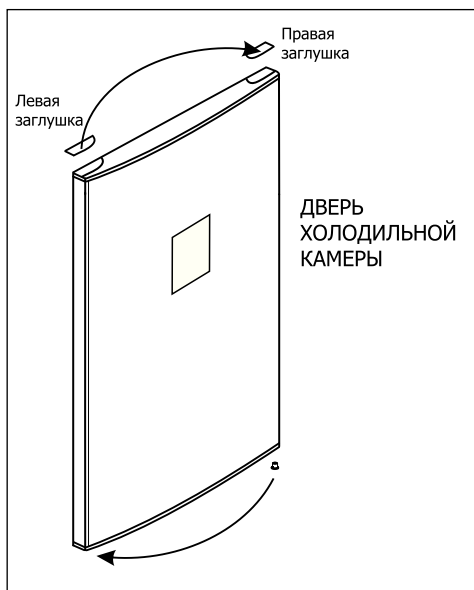

Рисунок 6.
**5** - Снимите нижнюю втулку с правой стороны двери холодильной камеры и перенесите ее на левую сторону. Снимите левую заглушку на верхней части двери, установите правую заглушку с правой стороны двери (прилагается в комплекте с документацией) (Рис. 6).